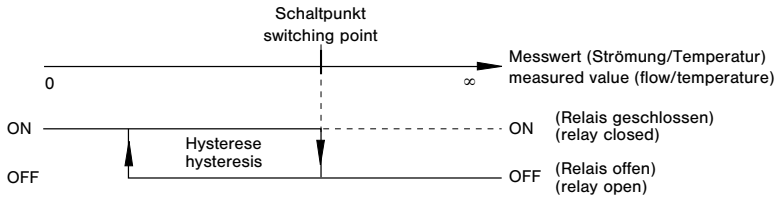

Fig. 11
- Bei „Logik“ muss gewählt werden, ob sich der Schaltausgang als Minimum oder als Maximum Schaltausgang verhält (siehe Fig. 11, 12).
- Bei „Hysterese“ muss die gewünschte Hysterese in der gewählten Geschwindigkeits- bzw. Temperatureinheit eingegeben werden (siehe Fig. 11, 12). Während der Eingabe einer Geschwindigkeit wird auch der entsprechende Volumenstrom angezeigt (die Umrechnung erfolgt über den eingegebenen Rohrdurchmesser). Die Hysterese verhindert ständiges Umschalten des Relais, wenn die Strömung um den Schaltpunkt pendelt
- At “logic” the switching output must be set as a minimum or maximum type (see fig. 11, 12).
- At “hysteresis” the desired hysteresis must be entered in the selected unit for speed or temperature respectively (see fig. 11, 12). During the input of a flow speed the associated volume flow is also displayed (the conversion is calculated with the set inside pipe diameter). The hysteresis prevents frequent switching of the relay if the flow oscillates around the switching point.